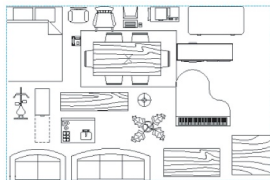

图 1.24 将视图框放到“餐桌”位置
(3) 调整视图框的大小后,将其放到将要观察的区域(见图 1.24,将视图控制框放到“餐桌”位置),按 Enter 键,则视图框所框定的区域占满整个屏幕。